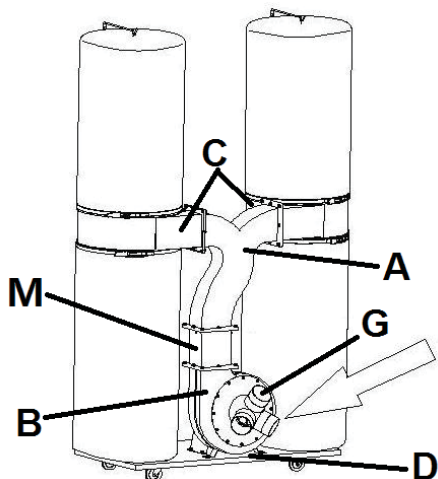

Рис. 11
- Тепер можна встановити блок впускного отвору на вхідний отвір вузла двигуна/вентилятора, як показано на Рис. 11.
- Приєднайте сталевий дріт шлангу до жовто-зеленого дроту заземлення(PE, Рис. 11). Це забезпечить захист від статичної електрики.